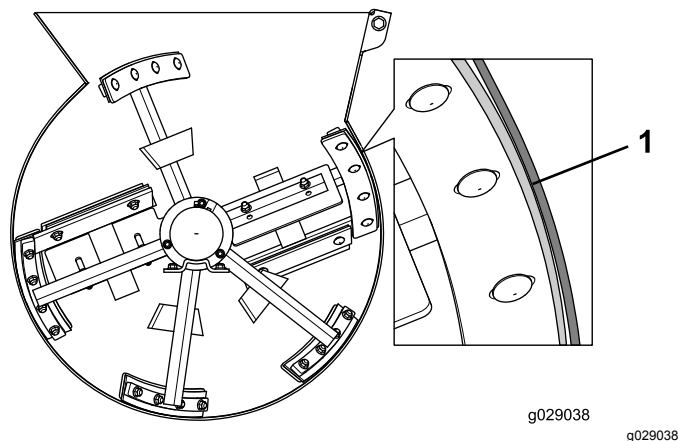

Figura 46
5. Ajuste la posición de la escobilla para que toque ligeramente el tambor sobre el largo de la escobilla (**Figura 46**).